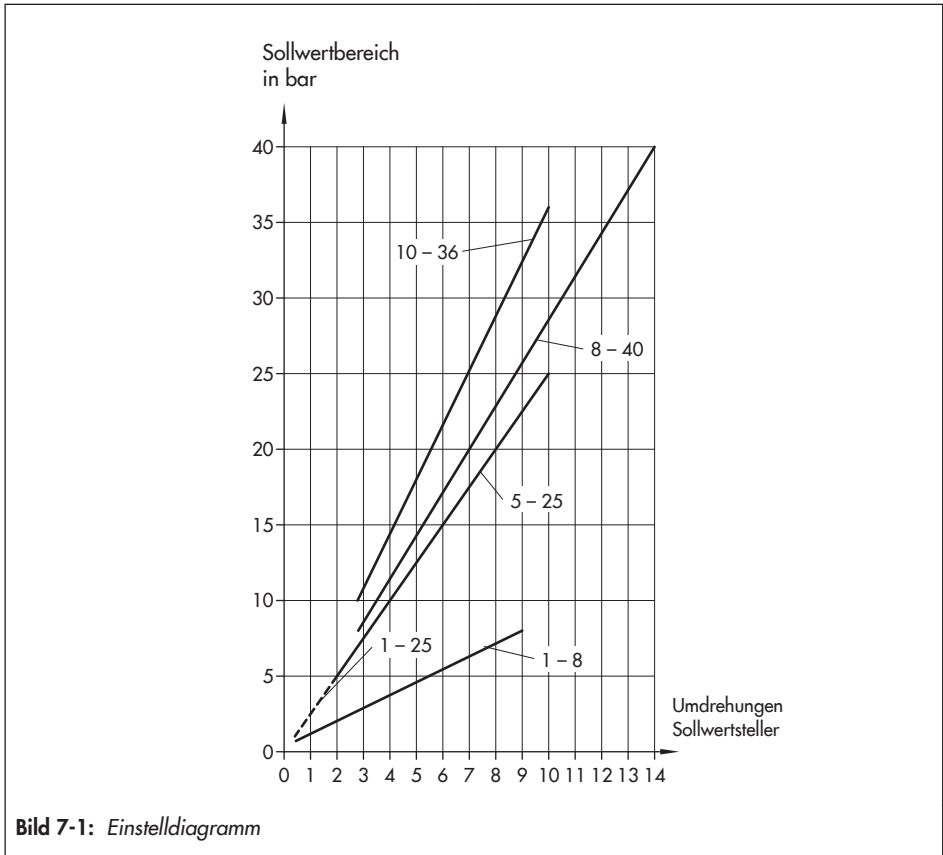

Bild 7-1: Einstelldiagramm
Jeder Druckregler ist werkseitig auf den in Bild 7-1 aufgeführten Sollwert eingestellt.
Ohne Manometer erfolgt die Einstellung anhand des Einstellendiagramms Bild 7-1.
7. Die Differenz vom voreingestellten Sollwert zum gewünschten Sollwert ermitteln (vgl. Bild 7-1) und die dazu erforderliche Umdrehungszahl nach Bild 7-1 am Sollwertsteller (10) in Richtung höher oder tiefer einstellen.
Jede nachträgliche Sollwertänderung kann auch durch Ermitteln der erforderlichen Umdrehungszahl anhand des Werts in Bild 7-1 vorgenommen werden.